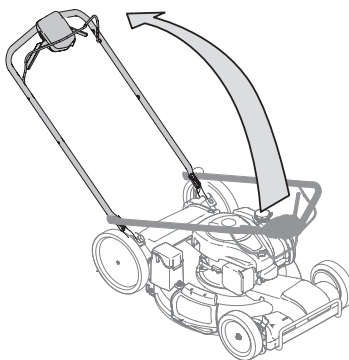

Figura 2-2
3. Mientras estabiliza la cortadora para que no se mueva, gire la manija superior hacia arriba como se muestra en la Figura 2-2. No preme los cables mientras levanta la manija.